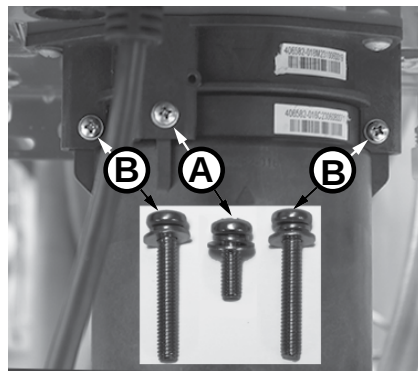

Figura 208 - Identifique los tornillos del cartucho.
- 6 Ubique los tres (3) tornillos que fijan el cartucho X3®/de derivación, como se muestra en la Figura 208. Retire el tornillo **(A)** M4-12 mm y los dos tornillos **(B)** M4-25 mm del cartucho. Deje los tornillos a un lado en un lugar seguro para volver a instalarlos.